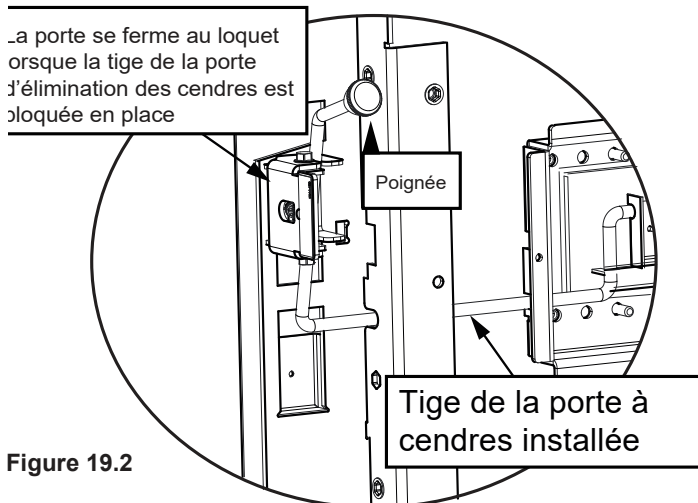

Figure 19.2
10. Ajoutez le bouton à la tige de la poignée (**Figure 19.2 à la page 19**).